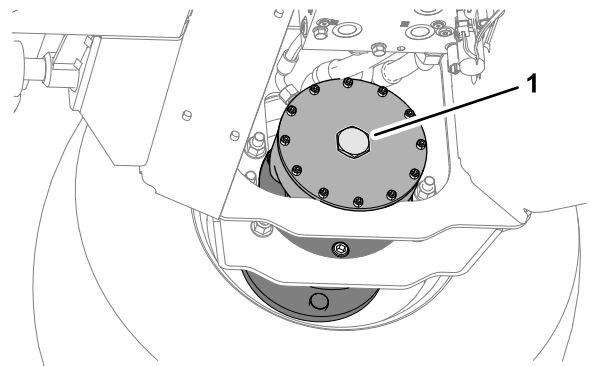

Bild 44
- Entfernen Sie an der Scheibenbremse des rechten Vorderradmotors die Sechskantschraube (Bild 44).